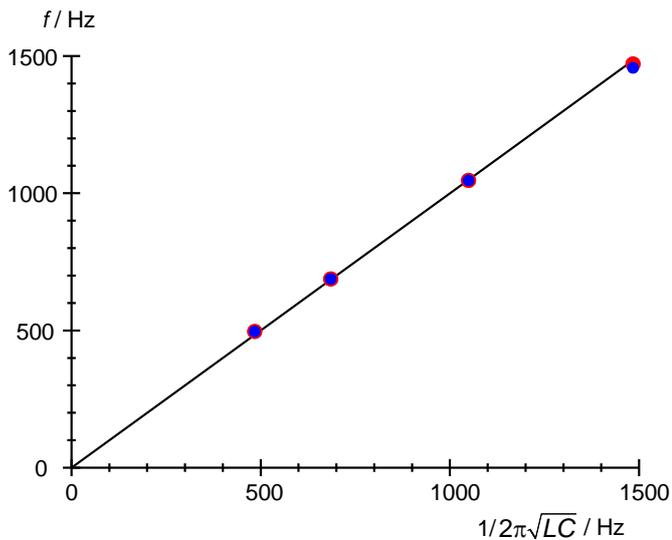

Fig. 6: Comparação entre frequência de ressonância medida e calculada para uma ligação em série (vermelho) e uma ligação em paralelo (azul).
- Calcular as frequências de ressonância conforme equação (5), anotar na Tab 5 e aplicar graficamente as frequências de ressonância medidas (Tab. 2, 3) contra as calculadas (Fig. 6).
As frequências de ressonância medidas e calculadas conferem (Fig. 6).